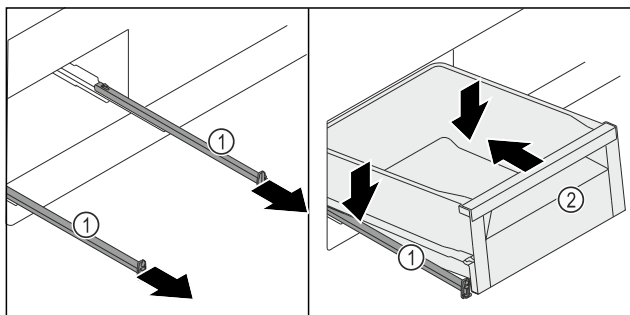

Fig. 119
- ▶ Wyciągnąć szyny Fig. 119 (1).
- ▶ Przytrzymać szyny Fig. 119 (1), a szufladę Fig. 119 (2) umieścić po skosem i od góry na szynach Fig. 119 (1).
- ▶ Szufladę Fig. 119 (2) przesunąć na szynach Fig. 119 (1) w tył aż do oporu.